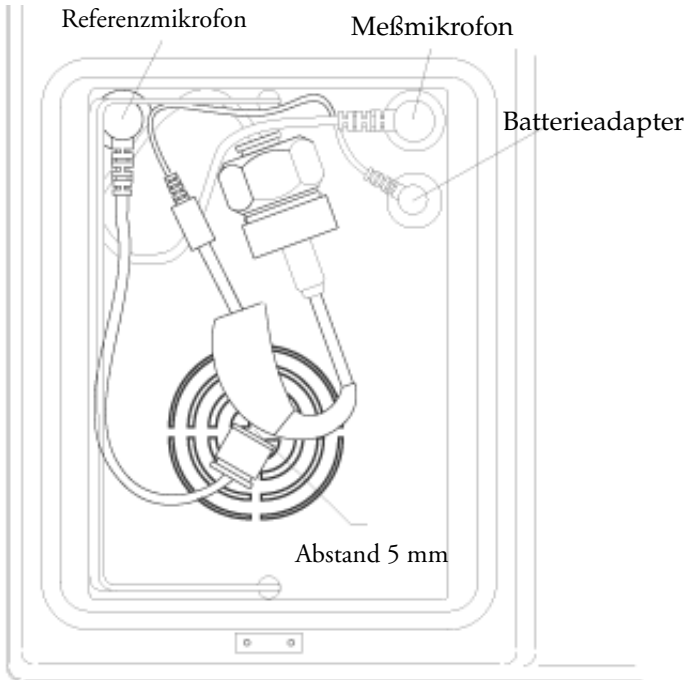

Abbildung 8 Anordnung von Mikrofonene, Kuppler und Hörgerät in der Meßbox.
6. Legen Sie das Referenzmikrofon auf das mitgelieferte Schaumstoffkissen und in die Nähe des Hörgerätemikrofons, wie in Abbildung 8 dargestellt ist.